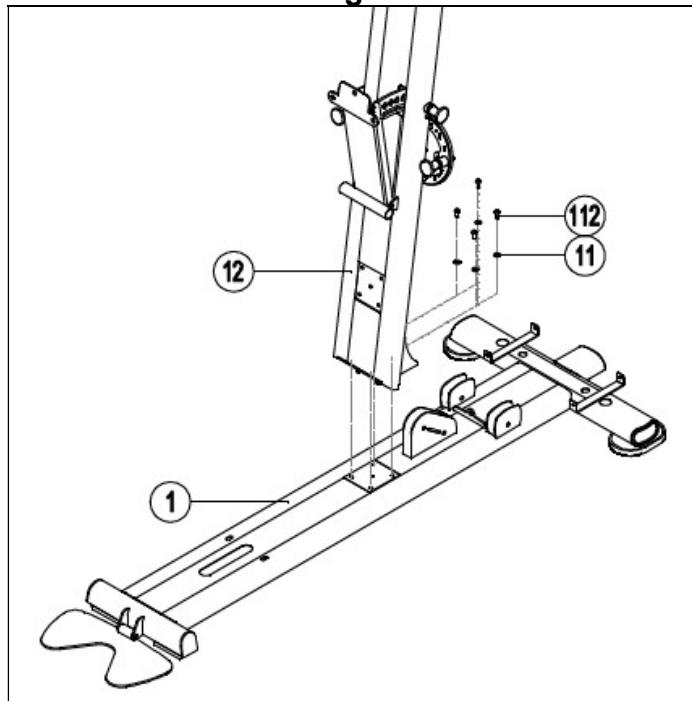

Fig.2
2.- Coloque las columnas (23) en la estructura (1) y atorníllelas usando los tornillos (111) y las arandelas (123), (11), Fig.2.